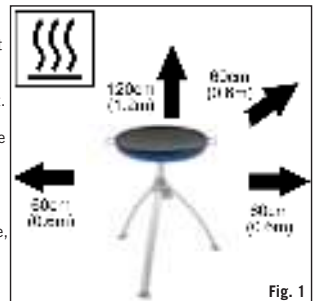

Fig. 1
- Ne couvrez pas ni ne changez pas les événements du plateau du brûleur (F) sur la plaque de base, car cela aurait une influence sur le débit d'air vers les événements de la tige situés à l'intérieur du logement du trépied (J). Cela, à son tour, aurait un impact sur les performances du produit et pourrait produire une flamme instable. Assurez-vous que l'appareil est utilisé à distance de toute matière inflammable. Les distances de sécurité minimales sont les suivantes :
- Au-dessus de l'appareil : 1,2 m. À l'arrière et sur les côtés : 600 mm. (Voir Fig. 1)
- En cas de retour de flamme (lorsque la flamme brûle et s'allume à l'intérieur du brûleur ou du logement du diffuseur), coupez immédiatement l'alimentation en gaz en fermant d'abord le robinet de commande sur la bouteille à gaz, puis le robinet de l'appareil (M). Lorsque la flamme est éteinte, retirez le régulateur et vérifiez l'état du joint. Remplacez-le en cas de doute. Rallumez l'appareil comme décrit à la Section 7 ci-dessous. Si le retour de flamme se reproduit, retournez le produit à votre agent de réparation CADAC autorisé.